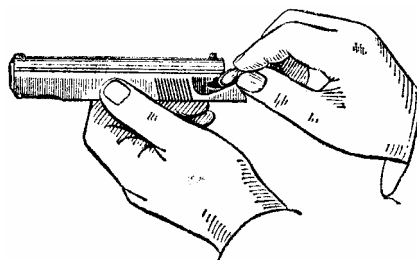

Рис.22. Отделение предохранителя от затвора.
8. Отделить предохранитель и ударник от затвора. Взяв затвор в левую руку, большим пальцем правой руки повернуть флажок предохранителя вверх и немного назад; затем указательным и большим пальцами правой руки, отведя флажок влево, вынуть предохранитель из гнезда затвора (рис.22). Легкими ударами задним концом затвора по ладони извлечь из затвора ударник.